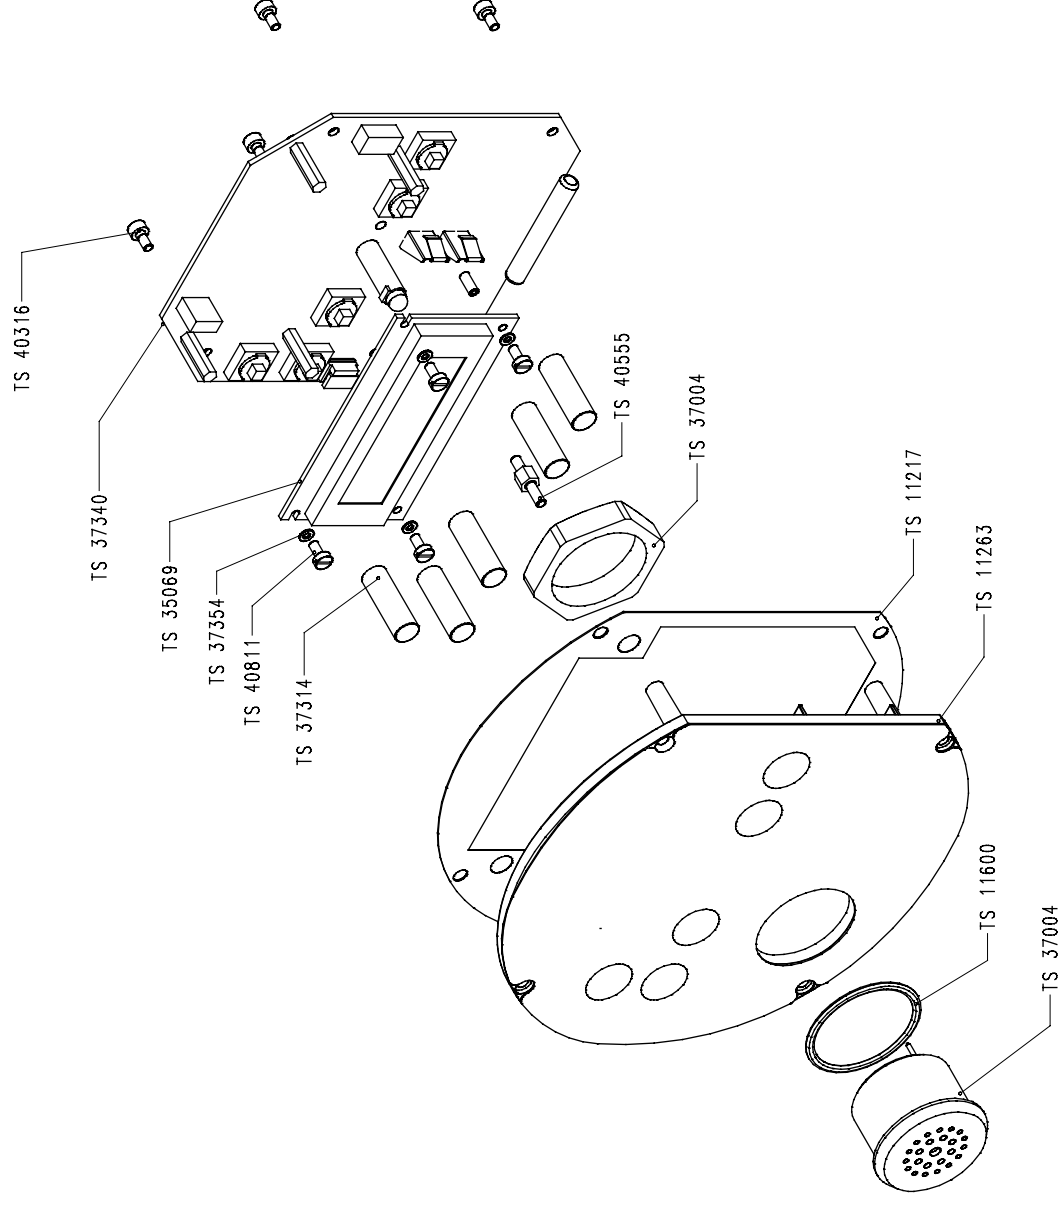

Рисунок 13-2: блок дисплея в сборе TS 10210, запчасти
- Рисунок 13-2: блок дисплея в сборе TS 10210, запчасти